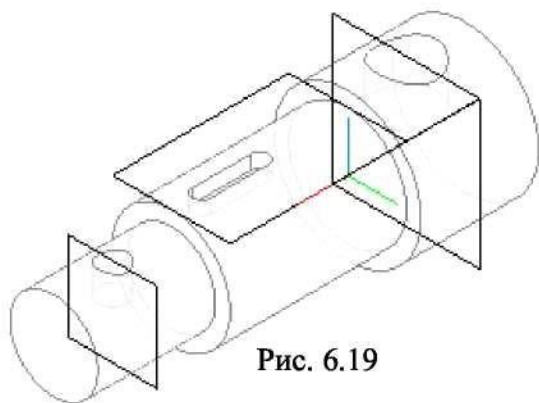

Рис. 6.19
6. Формируем отверстия, используя команду **Вырезать вращением** с параметрами: **Способ построения - Сфероид, Тонкая стенка - Нет** (рис. 6.19).